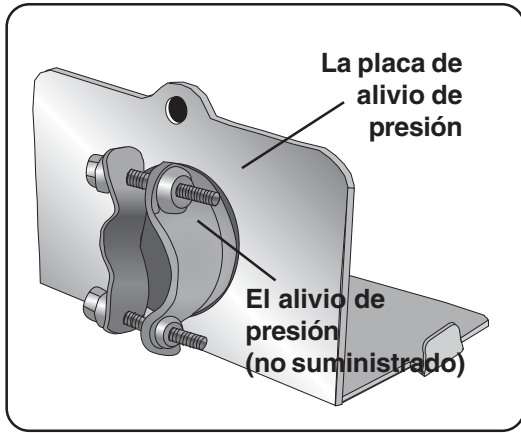

Ilustración 27
**NOTA:** Acomode el alivio de presión tal como indica en la **Ilustración 27**.